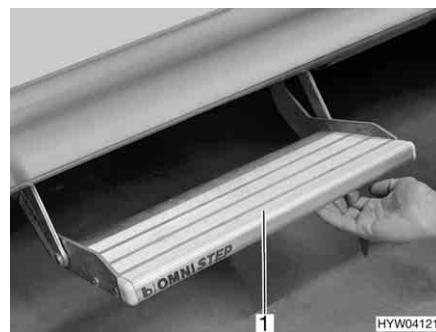

Fig. 25 Scalino di ingresso (integrato)
*Estrazione:* ■ Afferrare dal basso lo scalino di ingresso (Fig. 25,1) ed estrarlo finché non si innesta.
*Ritrazione:* ■ Afferrare dal basso lo scalino di ingresso (Fig. 25,1) e sollevarlo leggermente.